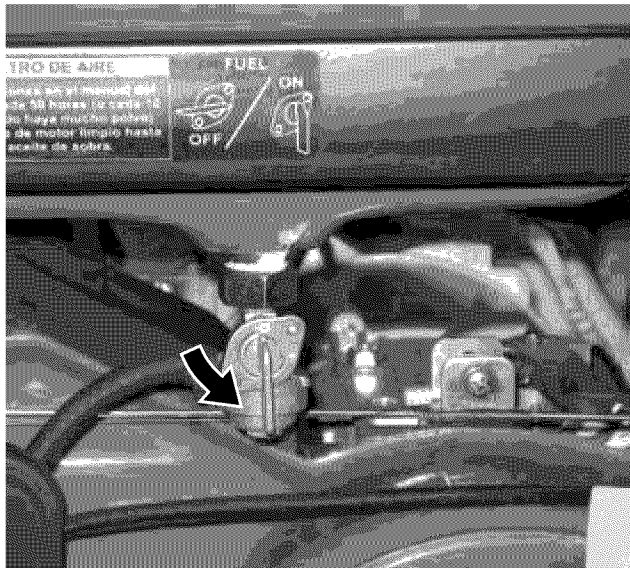

Figura 22 – Válvula de cierre del combustible en la posición **ON (encendido)**
2. Mueva la válvula de cierre del combustible hasta la posición **ON (encendido)** (vea la Figura 22).